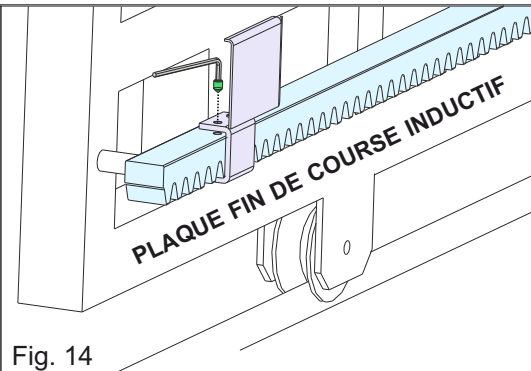
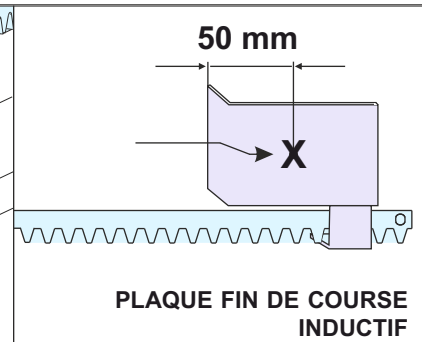

Fig. 14
Fig. 15
- **FIN DE COURSE INDUCTIF:** positionner la plaque - Fig. 14 - sur la crémaillère en fonction de la position de fin de course souhaitée; fixez la plaque sur la crémaillère à l'aide des vis fournies. Amener le petit tôle **d'ouverture** du dispositif de fin de course inductif sur l'opérateur (*indiqué par une flèche sur le dispositif*) en correspondance avec le point «X» de la plaque (à **50 mm** du côté plié de la plaque - Fig. 15).
- **FIN DE COURSE INDUCTIF:** positionner la plaque - Fig. 14 - sur la crémaillère en fonction de la position de fin de course souhaitée; fixez la plaque sur la crémaillère à l'aide des vis fournies. Amener le petit tôle **de fermeture** du dispositif de fin de course inductif sur l'opérateur (*indiqué par une flèche sur le dispositif*) en correspondance avec le point «X» de la plaque (à **50 mm** du côté plié de la plaque - Fig. 15).